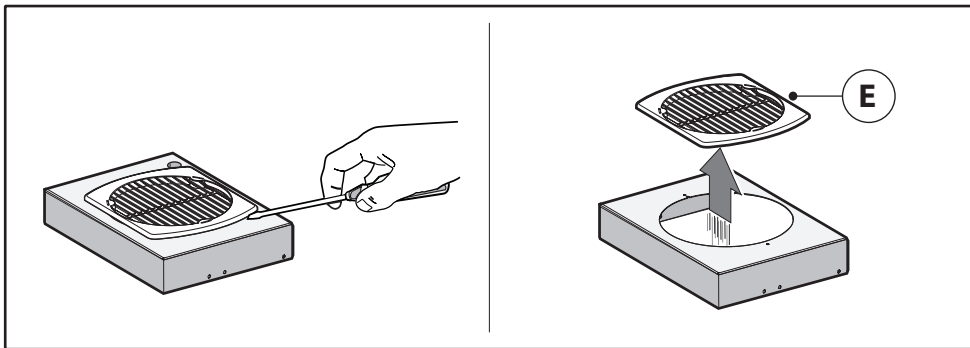

Fig.5
- Løs den lille kuppel **M** og fjern rillen **E** (Fig.5).